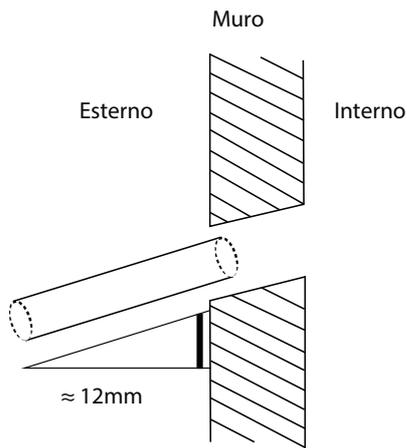

Fig. 6.5
3. Utilizzando una carotatrice di 65-mm, eseguire un foro nella parete. Assicurarsi che il foro sia effettuato con una leggera pendenza verso il basso, così che l'estremità esterna del foro sia più in basso rispetto all'estremità interna, di circa 12mm. Ciò garantirà un corretto drenaggio dell'acqua (vedi Fig. 6.5). Applicare la guaina protettiva nel foro. Ciò proteggerà i bordi del foro, aiutando a sigillarlo al termine della procedura di installazione.